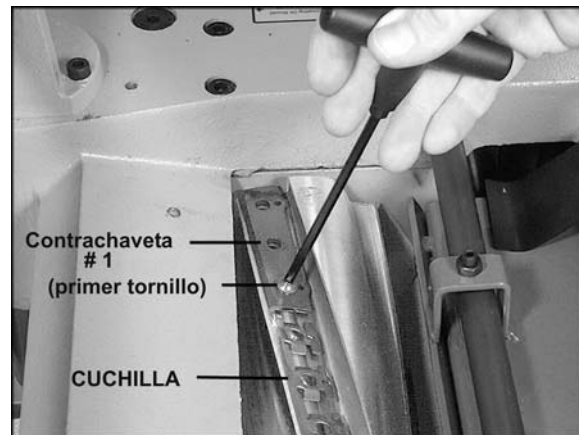

Figura 18 – Modelo 15S solamente
3. Retire los tornillos prisioneros con la llave allen de manija T como se muestra en la Figura 18, retirando una contrachaveta a la vez.
6. **IMPORTANTE:** A medida que procede con la instalación de la cuchilla, asegúrese que las alas en ambos extremos de de cada orificio (vea la Figura 18) estén completamente insertadas en el canal de la cabeza de corte. La no observación de esta pauta, puede resultar en la rotura de la cuchilla durante la operación.